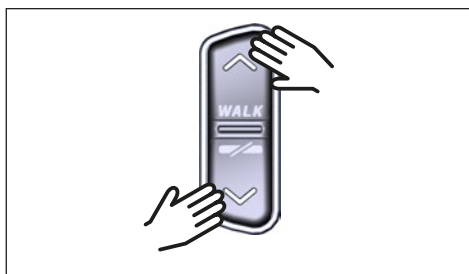

Fig. 6: Sélection du niveau d'assistance sur la HPR Remote V02
- En appuyant **brèvement** sur le bouton de commande HAUT de la Remote (voir Fig. 6), vous augmentez le niveau d'assistance.
- En appuyant **brèvement** sur le bouton de commande BAS de la Remote (voir Fig. 6), vous diminuez le niveau d'assistance.
- En appuyant **longuement** (>3 s) sur le bouton de commande BAS de la Remote (voir Fig. 6), vous désactivez l'assistance du système d'entraînement.